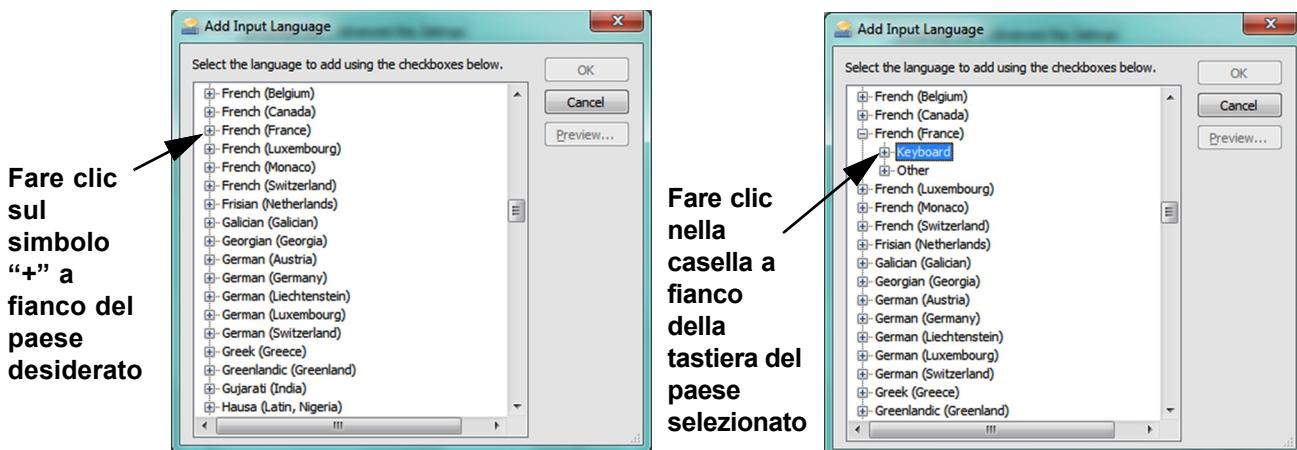
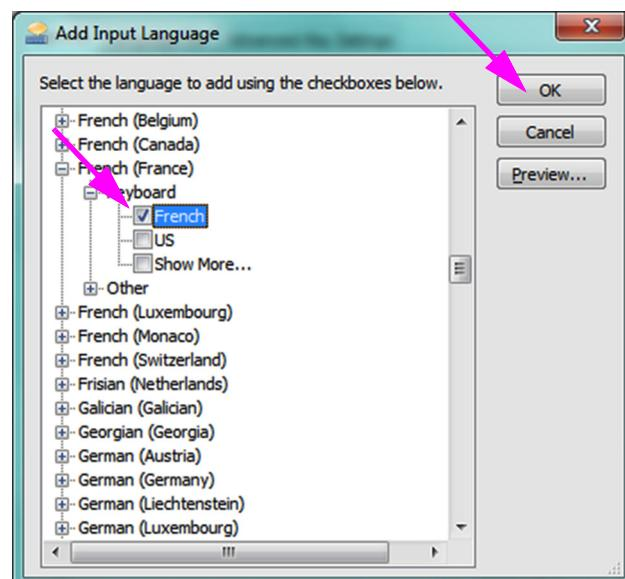

Figura C-9. Schermata Add Input Language (Aggiungi lingua di input) con lingua francese selezionata (esempio)
Figura C-10. Finestra Add Input Language (Aggiungi lingua di input) con tutte le voci disponibili
4. Nella finestra Add Input Language (Aggiungi lingua di input), dal menu a discesa selezionare la combinazione Lingua (Paese) desiderata, fare clic sul simbolo + accanto alla combinazione Lingua (Paese) e poi sul simbolo + accanto alla tastiera (vedere la Figura C-9).
5. Dopo avere selezionato la nuova tastiera corrispondente alla lingua selezionata nella Figura C-9, verrà visualizzato un menu a discesa sotto la tastiera selezionata (vedere la Figura C-10).